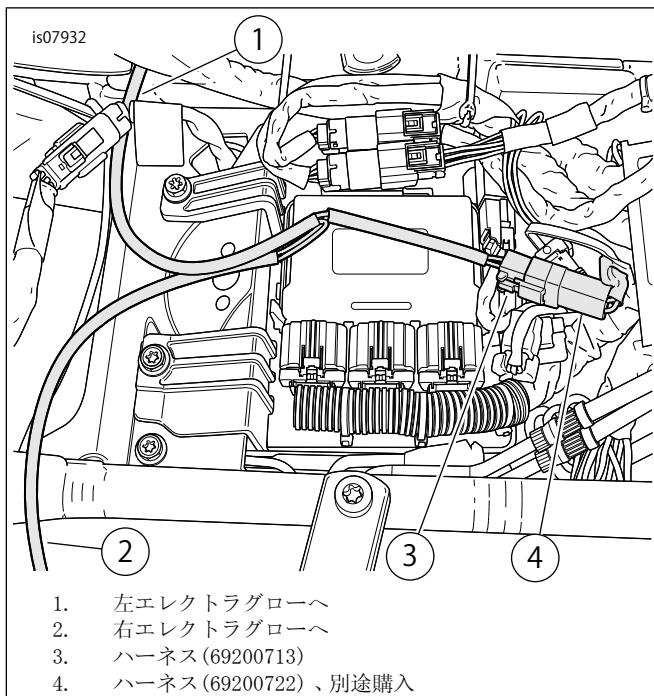

図3。電気接続ハーネスの取り付け
3. 「図3」を参照してください。電気系統延長ハーネスをそのキットの説明に従って取り付けます(取り付け要件を参照してください)。